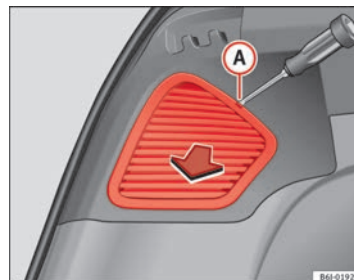

Fig. 169 Luces en el lateral
- Retire dicha tapa con ayuda de un destornillador de punta plana colocado en la ranura indicada (A) ⇒ fig. 169.